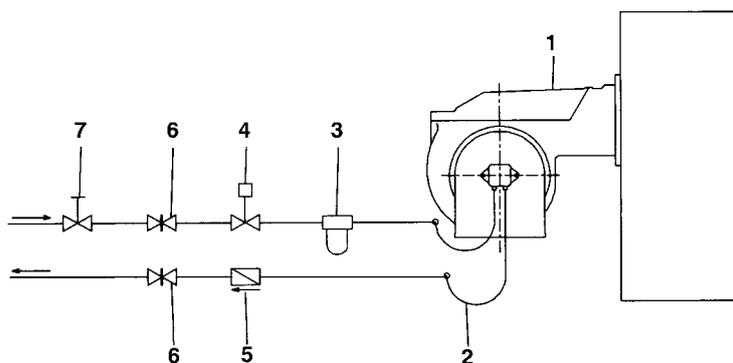

Рис. 3 - Двухтрубная система
**ПРИМЕЧАНИЕ:** в системах с гравитационной подачей или с кольцевым контуром, установить автоматическое отсечное устройство (см. № 4-Рис. 3).